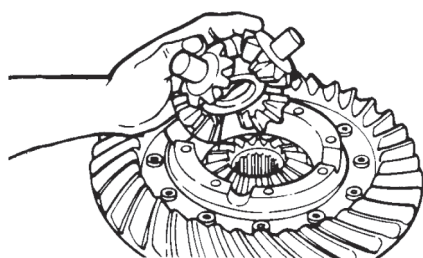

Figura 78
- G- Monte la cruceta y los satélites, con las respectivas arandelas (figura 78).